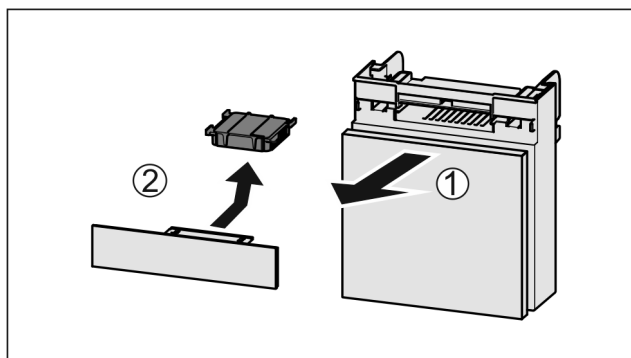

Fig. 72
- 向前拉出 Fig. 72 (1) 抽屉。
- 取出 Fig. 72 (2) 活性炭过滤器。